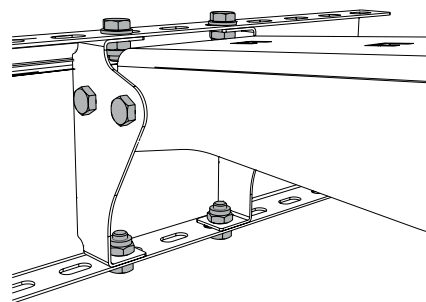

Bild 46. Montering med panelfäste på bakgavellyft
2. Montera manöverdonets fästplåt på armen, se Bild 46.